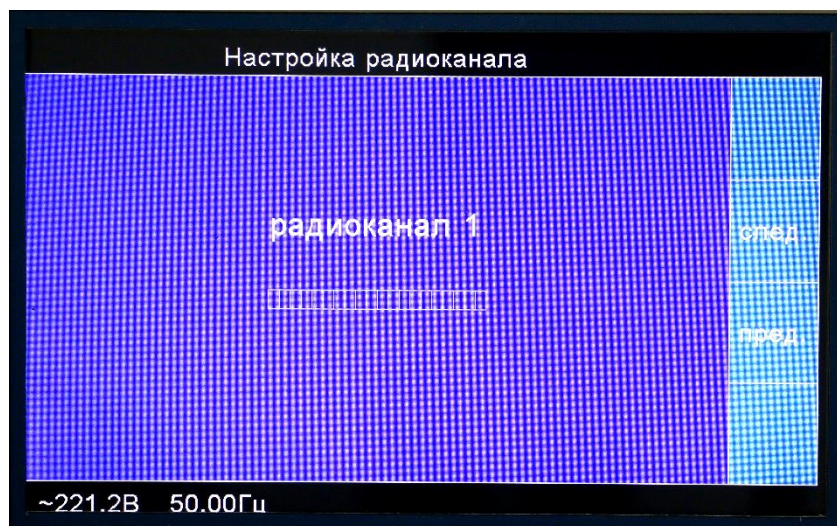

Рис.9.2.
9.3.6. Включить питание основного блока и с помощью кнопок «» или «» блока управления (рис. 4.2 поз.2) установить курсор на строку меню «Настройка радиоканала». Далее необходимо нажать кнопку «ВЫПОЛНИТЬ». На экране появится заставка, приведенная на рис.9.2. С помощью кнопок, расположенных рядом с надписями «СЛЕД.» и «ПРЕД.» выбираем необходимый радиоканал.